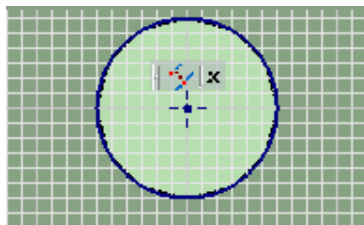

图 9-44 添加“重合”约束
⑤创建拉伸部分上的孔特征。首先在拉伸部分的上表面上新建草图，单击【草图】标签栏【绘图】面板上的【点】工具按钮，绘制一个中心点，约束该点与投影得到的圆形的圆心重合，如图 9-44 所示。